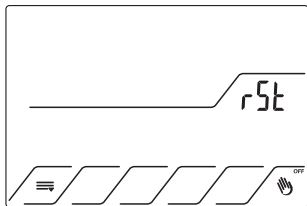

Fig.30
10.2 Tenere premuti contemporaneamente i tasti  e  ^{OFF} per 4 secondi fino a far comparire la scritta **rSt**. Fig.30